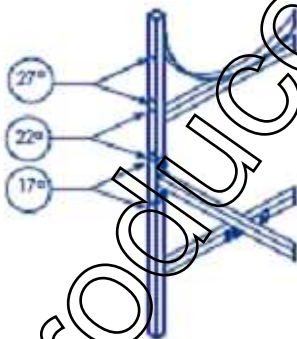

Figura 2 Inclinación del colector solar
3.- Seleccionar la inclinación que se dará al colector solar, como se muestra en la figura 2.